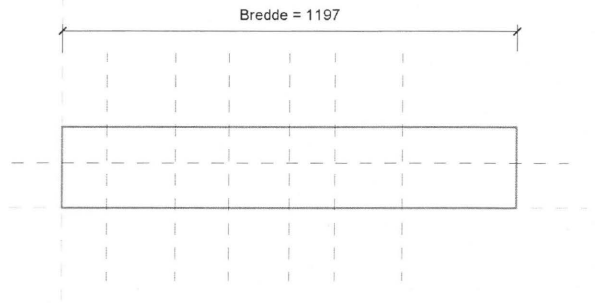

Fig. 09.08. Lav 7 *Reference Planes* i alt.
- Tegn eksempelvis 6 lodrette *Reference Planes* inde i objektet og en vandret i centret af objektet (Fig. 09.08). For at kunne lave 6 huller i dækket.